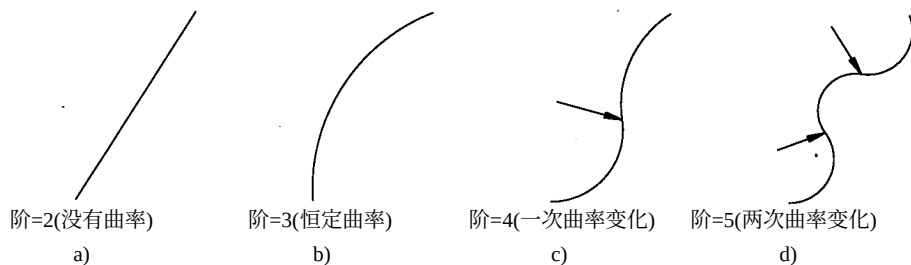

图 3-38
3) 数学的作用是用于建立段的曲线形状。这些作用具有称为阶的特性，其控制曲线段能够改变曲率的最高次数。一条 2 阶函数的曲线没有曲率（就是直线），至于一条 3 阶函数的曲线将有一恒定的曲率（就是圆弧），4 阶函数则能够有一次曲率的改变，5 阶函数则在一段曲线上有 2 次之多的曲率变化等等（如图 3-38 所示）。